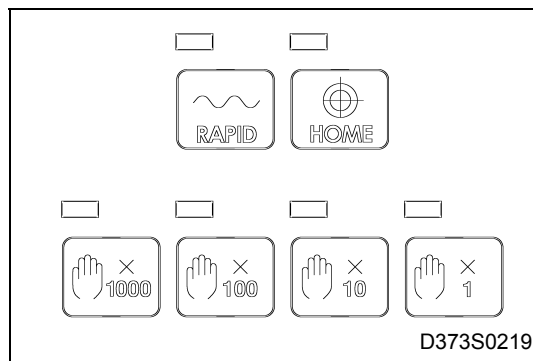

Рис. 4-1 Кнопки выбора режима ручного управления
(1) Нажать одну из кнопок, изображенных на Рис. 4-1.